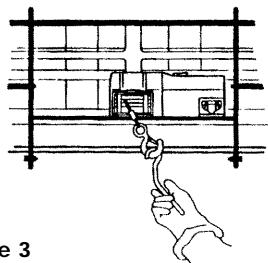

Figure 3
7. NE TREUILLEZ JAMAIS AVEC MOINS DE 5 TOURS de câble AUTOUR DU TAMBOUR DU TREUIL puisque l'attache du câble NE résistera PAS à la charge. SERVEZ-VOUS TOUJOURS DE LA BARRE PROTÈGE-MAINS pour guider l'enroulement ou le déroulement du câble (Voir Fig. 3).